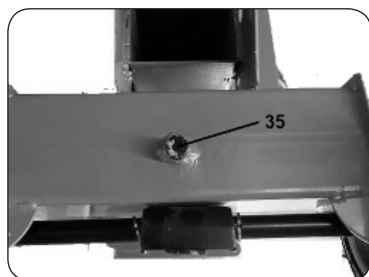

Figura 12
2. Desatornille el tornillo de purga (35) que está colocado en el lado posterior del depósito, para quitarlo. (Figura 12)